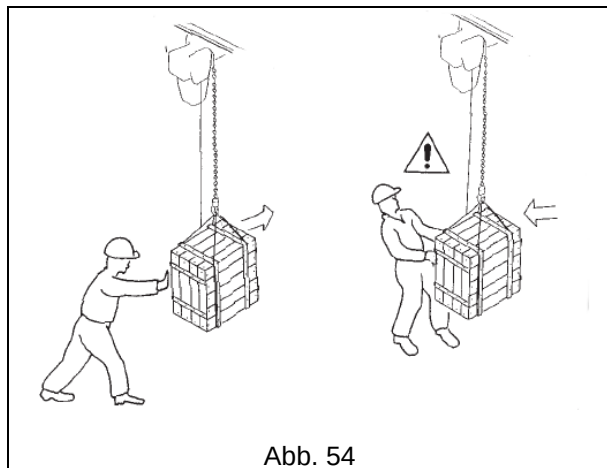

Abb. 54
- **Beim manuellen Drehbewegungen des Arms** muss der Bediener die Last bewegen, indem er sie schiebt und sie niemals zu sich zieht, um die Gefahr durch Quetschen zu vermeiden. (Abb. 54).